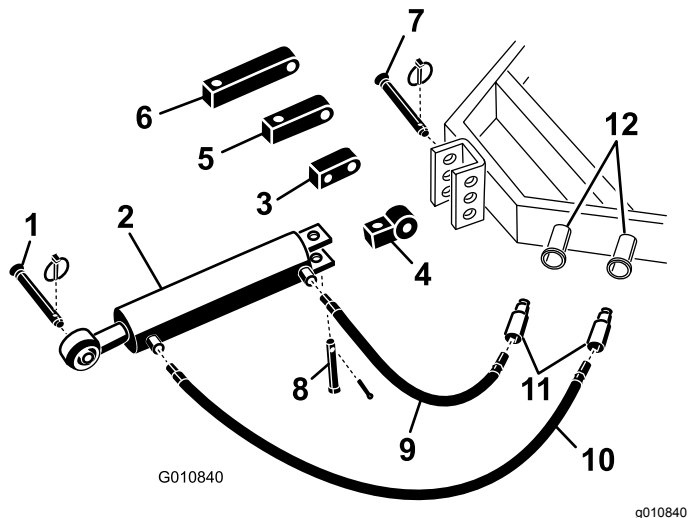

Figure 5
1. Fixez le côté doté de l'embout d'accouplement du bras d'attelage hydraulique supérieur au tracteur au moyen des goupilles fournies avec le tracteur (Figure 5). Positionnez le bras d'attelage hydraulique supérieur de sorte que le côté tige soit dirigée vers l'aérateur. Les raccords du vérin doivent être dirigés vers le circuit hydraulique auxiliaire du tracteur.
Remarque: S'il est nécessaire que les raccords du vérin hydraulique soient tournés vers le haut, utilisez le bloc rotatif à la place du bloc de montage standard pour repositionner le vérin (Figure 5). Un raccord hydraulique à 90 degrés peut être utilisé à la place du bloc de rotation (les raccords ne sont pas fournis).
- A. Retirez la goupille cylindrique et l'axe qui fixent l'embout d'accouplement standard au vérin (Figure 5). Déposez l'embout d'accouplement du vérin.
- B. Montez le bloc rotatif sur le vérin avec les goupilles retirées précédemment (Figure 5).
2. Raccordez le flexible hydraulique de 107 cm au raccord du bras d'attelage hydraulique supérieur le plus proche de l'aérateur (Figure 5). Appliquez du ruban ou du mastic d'étanchéité sur les filetages des flexibles pour prévenir les fuites.
3. Raccordez le flexible hydraulique de 76 cm au raccord du bras d'attelage hydraulique supérieur le plus proche du tracteur (Figure 5). Appliquez du ruban ou du mastic d'étanchéité sur les filetages des flexibles pour prévenir les fuites.
Si le vérin hydraulique n'atteint pas le support de montage de l'aérateur, utilisez un bloc d'extension au lieu du bloc de montage standard pour accoupler le vérin au tracteur (Figure 5).
- Retirez la goupille cylindrique et l'axe qui fixent l'embout d'accouplement standard au vérin (Figure 5). Déposez l'embout d'accouplement du vérin.
- Montez le bloc d'extension de la longueur voulue sur le vérin avec les goupilles retirées précédemment (Figure 5).